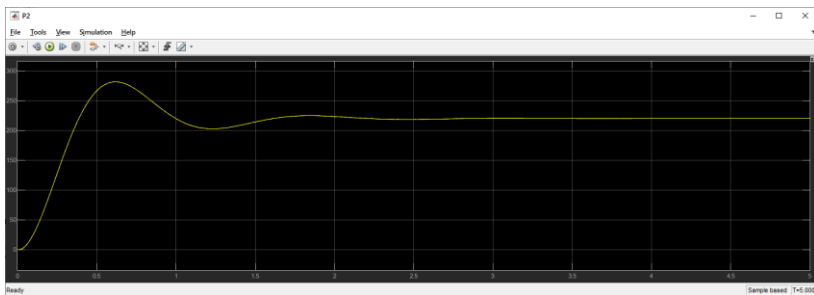
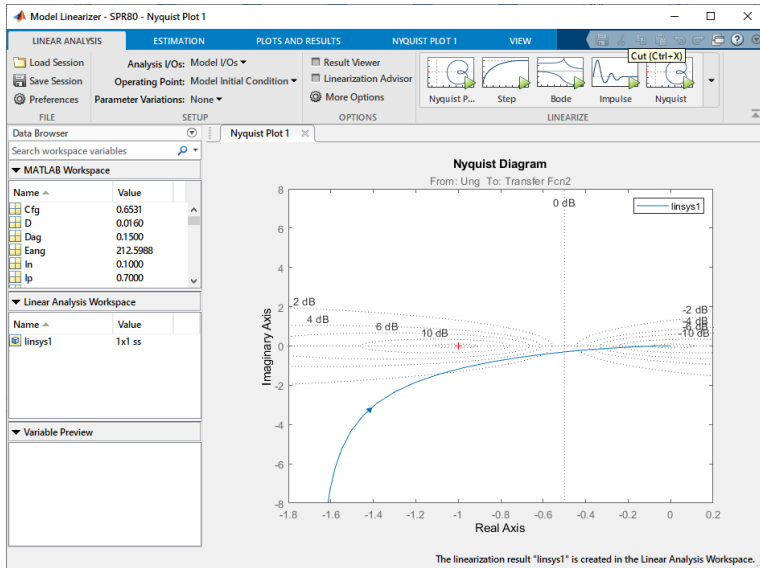

Рис. 8.3. Переходный процесс замкнутой САУ ГПТ
Рис. 8.4. АФЧХ разомкнутой САУ
В частности, в нашем случае при $K_{usil} = 2$ кривая переходного процесса замкнутой САУ показана на рис. 8.3, а на рис. 8.4 показана АФЧХ разомкнутой САУ.
4. Запустите на выполнение модель САР. Получите кривую переходного процесса, аналогичную рис. 8.3.
6. Для полученного $K_{\text{усил}}$ построить АФЧХ, ЛАЧХ, ЛФЧХ разомкнутой САУ, аналогично рис. 8.4 – 8.5. Определить запасы устойчивости по фазе и по модулю. Значения приведите в отчете.